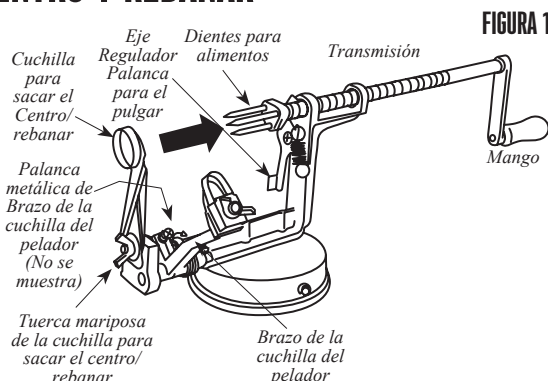

FIGURA 1
2. Presione la palanca del regulador del eje para liberar el detenido del eje. Jale el mango hasta que el eje haya salido completamente (FIGURA 1).